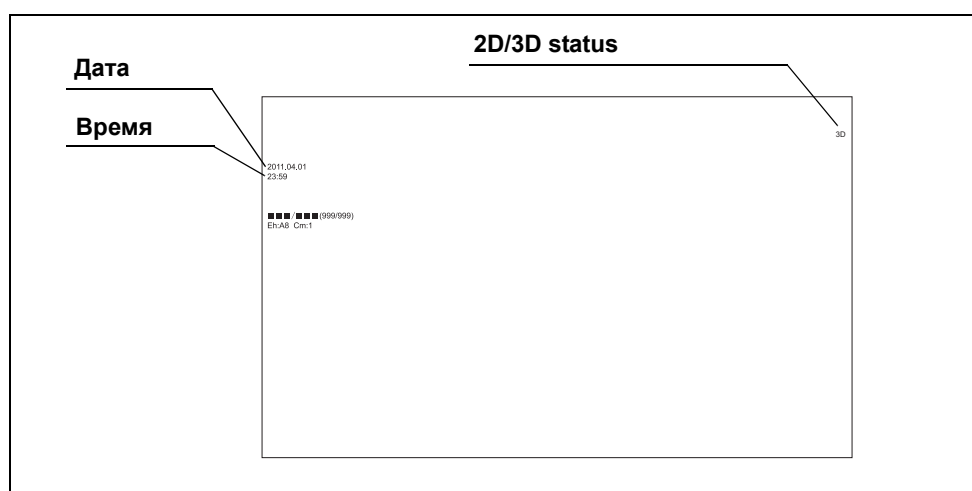

Рисунок 5.2
- 2 Убедитесь в правильности отображения даты и времени (см. рис. 5.2).